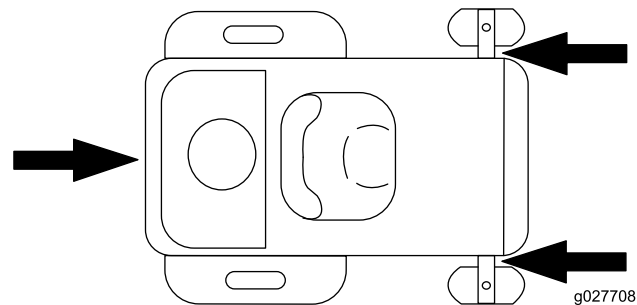

Figura 25
- Prenda a máquina perto das rodas giratórias frontais e pára-choques traseiro (Figura 25).